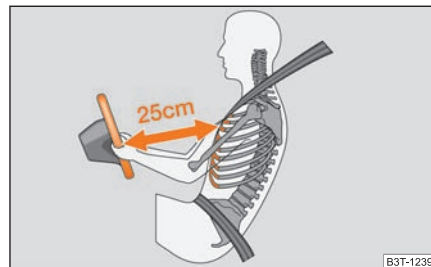

Fig. 172 Distanța sigură față de volan
- **Atât pentru conducător cât și pentru pasagerul dreapta este important să păstreze o distanță de cca. 25 cm față de volan, respectiv de tabloul de bord ⇒ fig. 172. Dacă nu se respectă această distanță, sistemul airbag nu își poate exercita eficiența maximă – Pericol! Pe lângă acestea, scaunele din față și tetierele trebuie să fie întotdeauna reglate în funcție de mărimea corpului.**